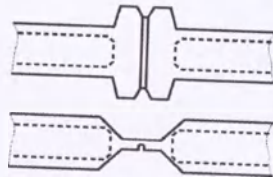

Рис. 3
4. После погасания на ВЗГ индикатора подачи ВЧ электромагнитного поля через 0,5-1 с отпустите рычаг ВЗГ, извлеките магистраль из рабочей зоны и проконтролируйте качество запаянного шва на соответствие рис.3